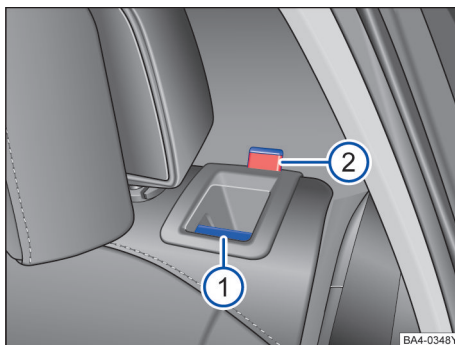

图 74 后排座椅靠背：分离按钮 ①；红色标记 ②
- 向前拉分离按钮 → 图 74 ①，同时前折靠背。
- 松开后排座椅靠背后应能看见按钮上的红色标记 ②。